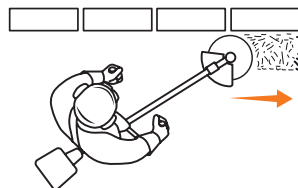

Рис. 15
- При кошении вдоль ограждений ведите косу катушкой вперед левой стороной к ограждению следите, чтобы леска не касалась ограждения (Рис. 15). Для исключения обрыва лески используйте режим работы с «перегазовкой» двигателя.